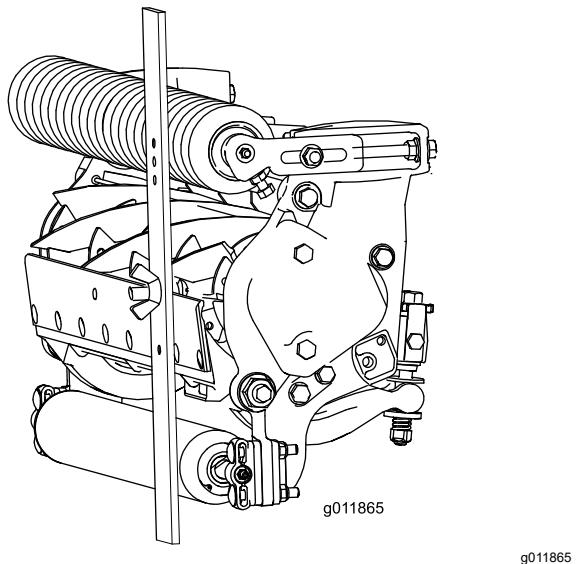

Figura 16
3. Agganciate la testa del bullone sul tagliente della controlama e appoggiate l'estremità posteriore della barra sul rullo posteriore (Figura 16).
4. Ruotate il bullone di regolazione finché il rullo anteriore non toccherà la barra di riferimento (Figura 16). Regolate entrambe le estremità del rullo finché l'intero rullo non è parallelo alla controlama.